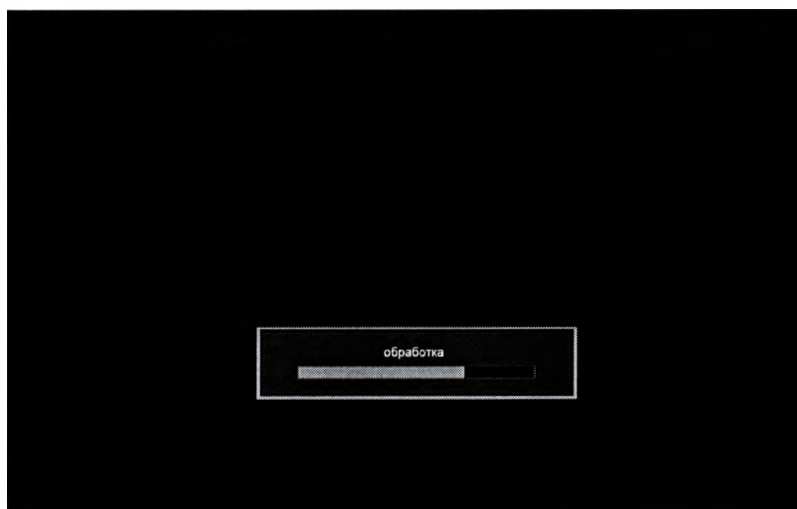

Рисунок 88
11. После перезапуска, ПО выполнит обновление системы; выполнение этих операций может занять несколько минут, пожалуйста, не перезапускайте машину при выполнении этой процедуры (Рисунок 88).